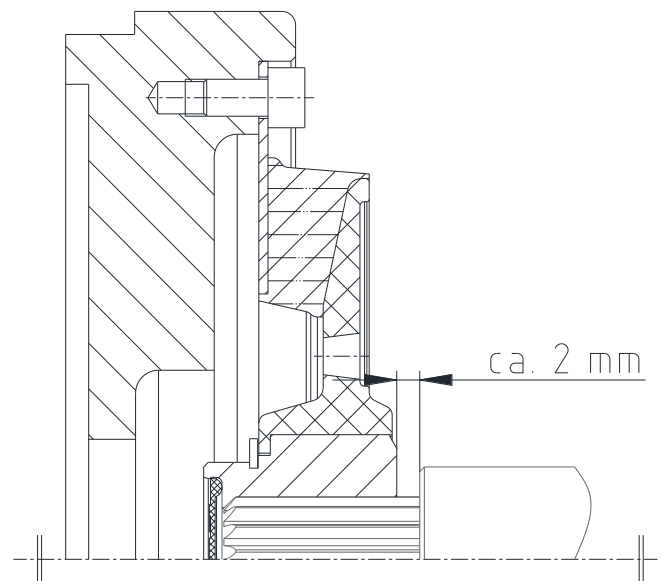

Bild 12
- Verschieben Sie das Aggregat der Abtriebsseite in axialer Richtung, sodass das Mindestabstandsmaß von ca. 2 mm nicht unterschritten wird (siehe Bild 12). Halten Sie unbedingt die max. zulässigen Verlagerungswerte (siehe Tabelle 5) ein.
Vor Inbetriebnahme der Kupplung den Anzug der Zylinderschrauben am Schwungrad prüfen, die Ausrichtung, das Mindestabstandsmaß (siehe Bild 12) und ggf. korrigieren sowie alle Schraubenverbindungen auf die vorgeschriebenen Anziehdrehmomente überprüfen.